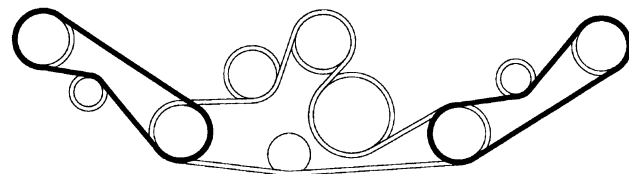

Bild 13
5. Neue Treibriemen um die Spindelscheiben sowie durch die Laufscheibengruppe verlegen, siehe Bild 13.